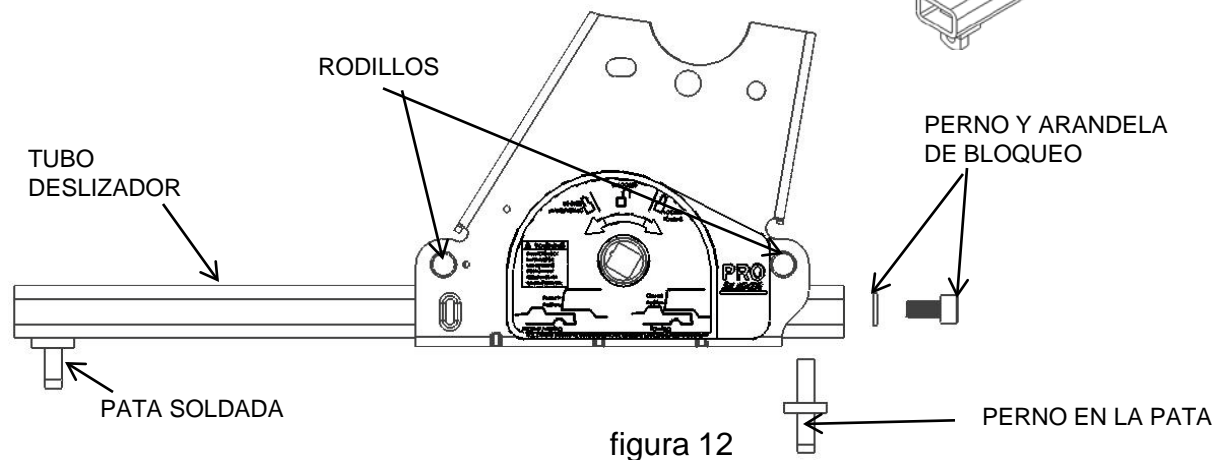

figura 12
6. Regrese al vehículo. Libere el freno de emergencia. Active manualmente el freno del remolque y hale el vehículo al frente hasta que el Pro Slider pare en el freno del pie (figura 12) y el pasador se active en la posición de maniobra (ver figura 15).
6. Regrese al vehículo. Libere el freno de emergencia. Active manualmente el freno del remolque y reverse el vehículo hasta que el Pro Slider pare en la pata soldada (figura 12) y el pasador se active en la posición de remolque (ver figura 17).